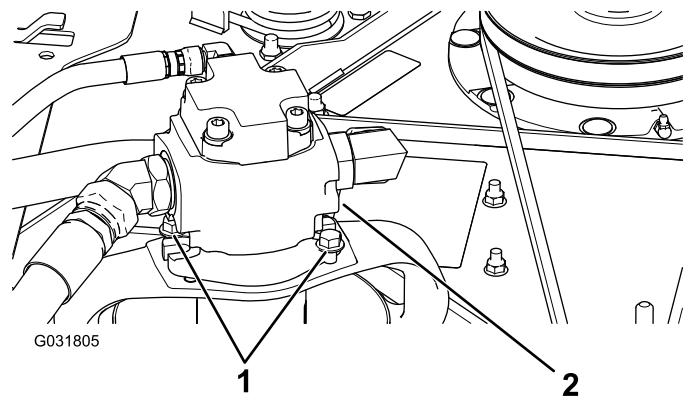

図 115
5. 油圧モータを刈り込みデッキに固定しているボルトを外す 図 115。
3. 油圧モータを刈り込みデッキに固定しているボルトを外す 図 115。